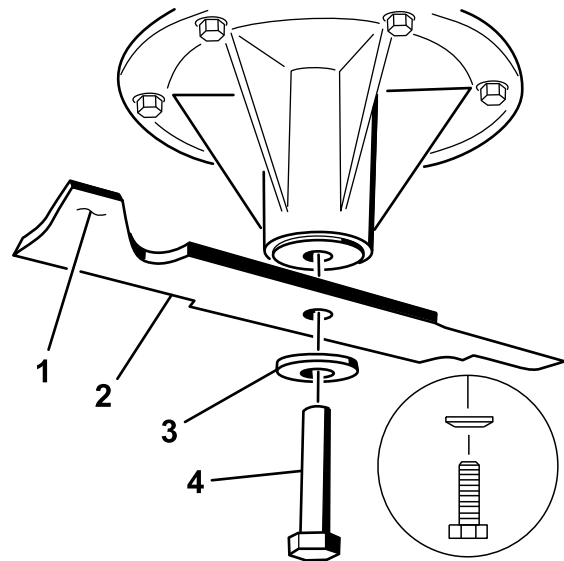

Figure 79
- Enlevez de l'axe, le boulon, la rondelle bombée et la lame (Figure 79).
- Si la lame est déséquilibrée, limez un peu l'extrémité de l'ailette seulement (Figure 79).